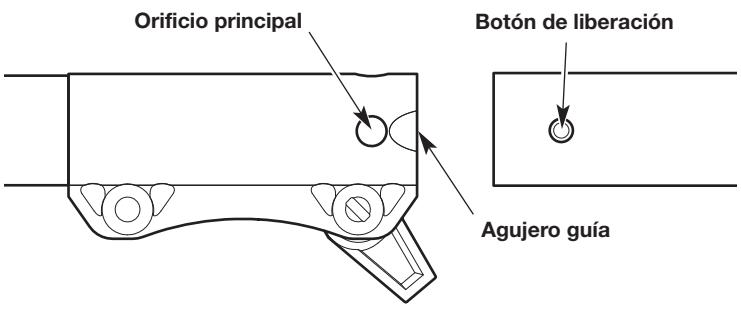

Fig. 5
4. Alinee el botón de liberación con el embutimiento de la guía (Fig. 5).
5. Presione el accesorio directamente dentro del acoplador (Fig. 4) hasta que el botón de liberación encaje a presión firmemente del orificio principal (Fig. 5).
- Oprima y mantenga apretado el botón de liberación (Fig. 5).